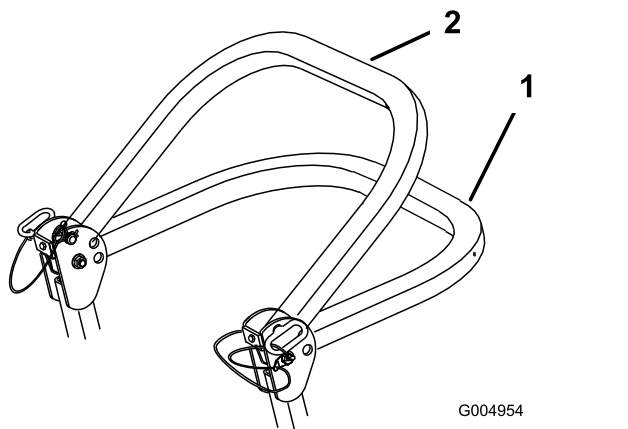

Figure 8
2. Faites pivoter l'arceau de sécurité à la position abaissée (Figure 8).
- Remarque:** Il y a 2 positions abaissées; voir Figure 8.